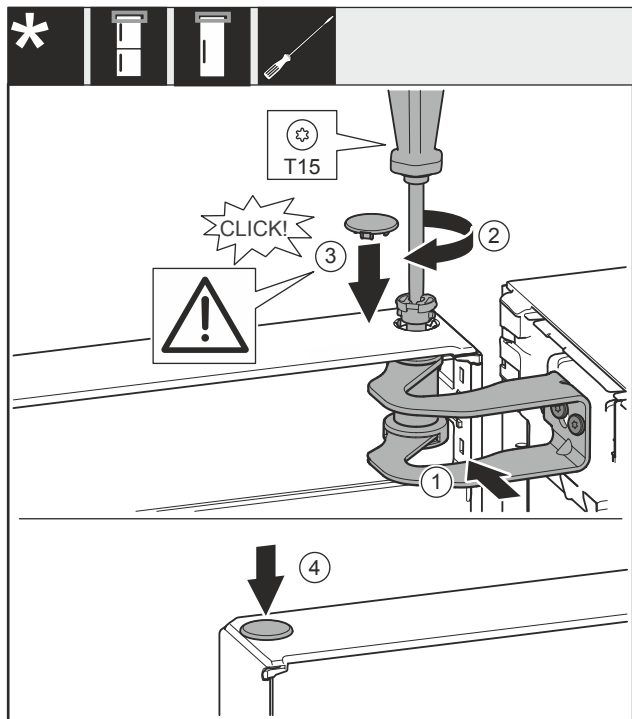

Fig. 24
- ▶ Rikta in dörren till lagerkonsolens Fig. 24 (1) öppning.
- ▶ Sätt in stiftet Fig. 24 (2) och skruva fast med skruvmejseln.
- ▶ Sätt in skyddet Fig. 24 (3).
- ▶ Kontrollera att skyddet Fig. 24 (3) ligger på dörren.
- ▶ Sätt in skyddet Fig. 24 (4).